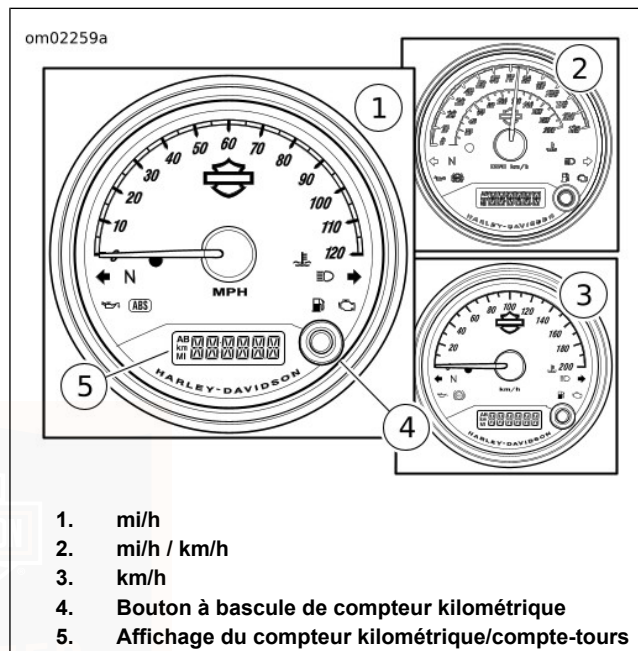

Figure 20. Indicateur de vitesse/compte-tours
Voir Figure 20 . L'indicateur de vitesse est étalonné en miles par heure (mi/h) (1), en kilomètres par heure (km/h) (3) ou à la fois en miles par heure et en kilomètres par heure (2).